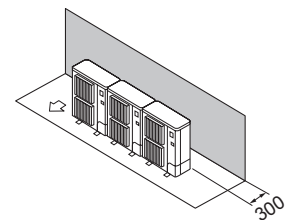

Fig. 2-12
- ① Takistused ainult taga (Fig. 2-12)